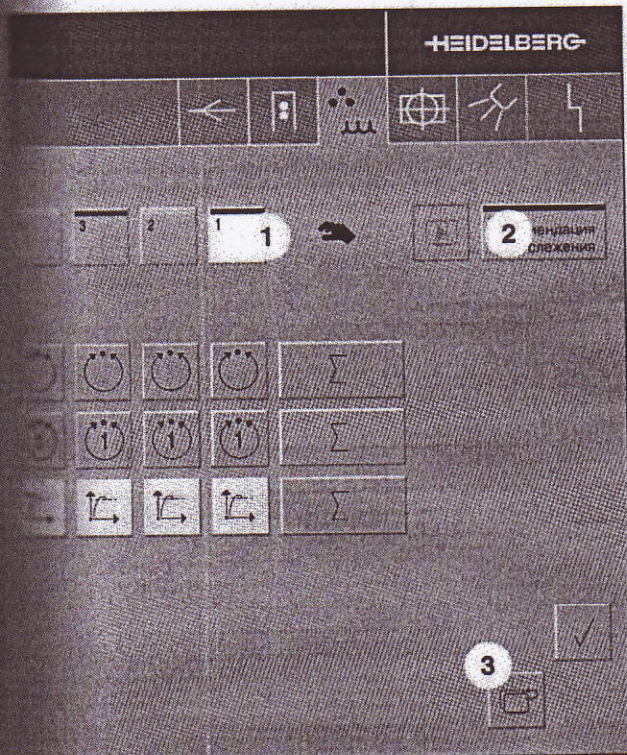

Рис. 74
- 3 Выберите нужную печатную секцию (Рис. 74/1), в которой Вы хотите вручную осуществить коррекцию подачи краски (для других секций следует использовать клавиши со стрелками). Столбцовая диаграмма в меню **Рекомендация слежения** (Рис. 74/2) показывает рекомендуемые величины коррекции для красочных зон.
- 5 Нажатием клавиши *Назад* (Рис. 74/3) Вы покидаете меню и вновь попадаете в меню **Краска, увлажнение**.